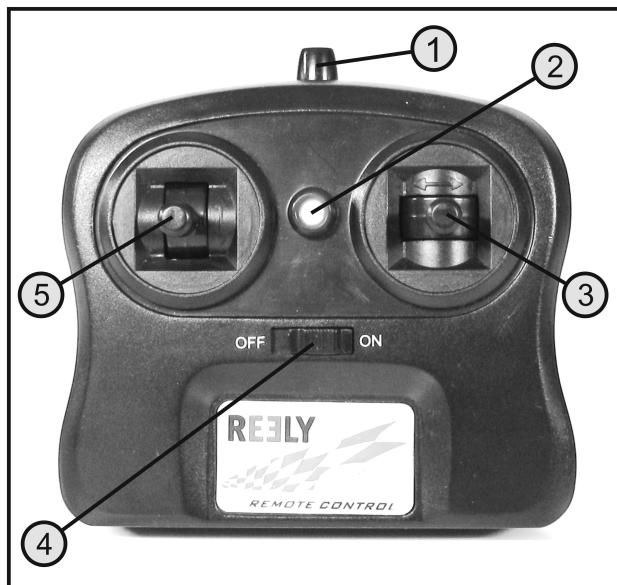

Figure 2
Pour ce faire, faites glisser l'interrupteur Marche/Arrêt (voir également figure 2, pos. 4) de la position d'« ARRÊT » à gauche vers la position de « MARCHE » à droite.
L'affichage LED (voir également la figure 2, pos. 2) commence à clignoter.
Si le levier de commande pour la fonction de navigation (voir figure 2, pos. 5) et le levier de commande pour la fonction de direction (voir également figure 2, pos. 3) sont en position centrale, les deux hélices ne tournent pas.